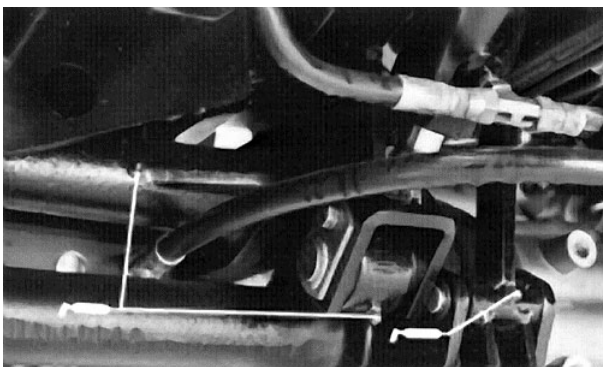
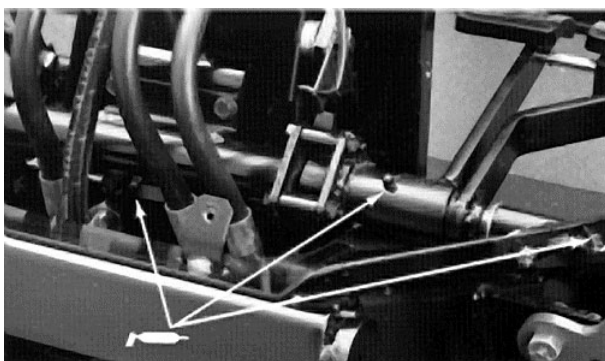
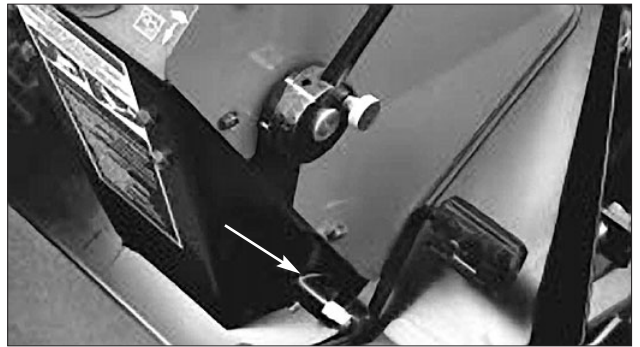
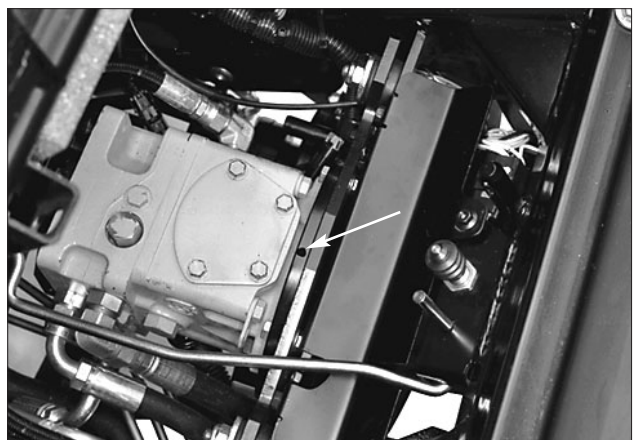

Fig. 18
Fig. 19
Fig. 20
Fig. 21
Graissage (Fig. 18–26)
Lubrifiez les graisseurs suivants : Pivot de bras de relevage (2), vérin de relevage (4), pivots de bras de frein (2) (Fig. 18); pivot de frein (1), pivots de freins (2) (Fig. 19); pivot de pédale de déplacement (1) (Fig. 20); arbre d'entraînement moteur à pompe (2) (Fig. 21 & 22); régleur de traction (1) (Fig. 23); palier de PdF (Fig. 24); pivot central (1) (Fig. 25); ensemble biellette (2), fusées d'essieu (2) extrémités de vérins (2) (Fig. 26).